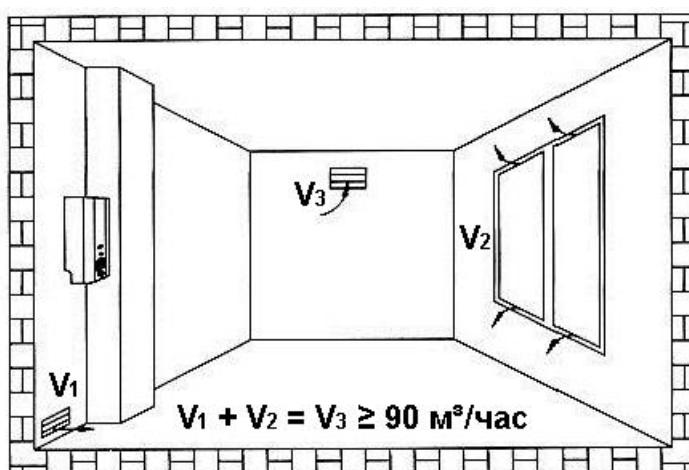

Рис. 9
- количество удаляемого воздуха из помещения (СНиП 2.04.05-91) должно быть не менее 90 м³/час (рис. 9);